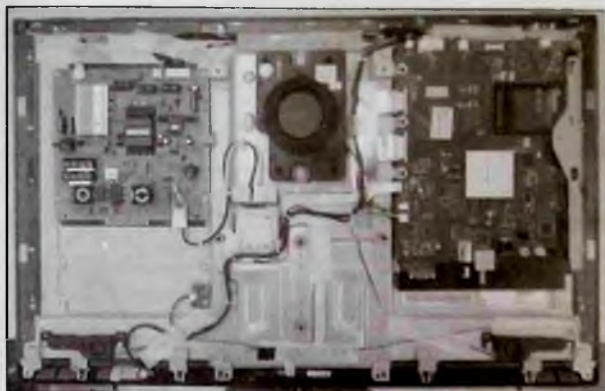

Рис. 1. Вид 32-дюймовой модели ТВ со снятой задней крышкой
Конструкция у всех моделей ТВ почти одинаковая — в пластмассовом корпусе на подставке размещены все основные узлы: ЖК панель с узлом задней LED-подсветки, закрытая металлическим кожухом, на котором установлены плата блока питания и главная плата SSB (Small Signal Board — плата малых сигналов), модуль Wi-Fi и динамические головки (рис. 1). Плата ИК приемника размещена на передней панели ТВ под ЖК панелью, а плата клавиатуры — на задней крышке корпуса (рис. 2). LED-линейки модуля Ambilight в 32- и 37-дюймовых моделях размещены на бо-
Номер на рис. 1	Название узла
6. Для демонтажа плат (см. рис. 1) выкручивают винты их крепления к металлическому кожуху, отсоединяют от них все